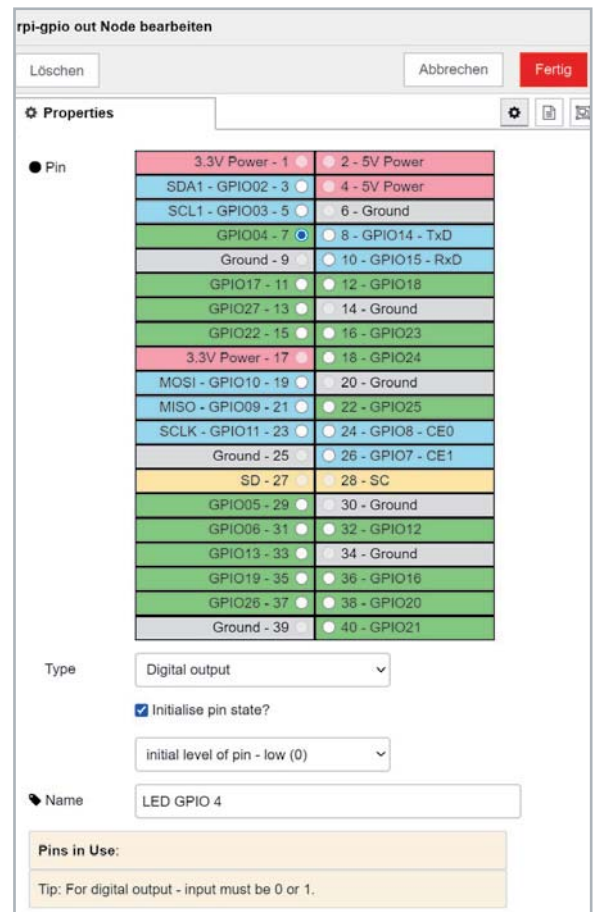

Bild 7: Konfiguration des `rpi-gpio-out`-Knotens
Als Nächstes ziehen wir zwei `inject`-Nodes in das Editor-Feld und geben in dem einen als Payload eine 1 (String `az`) ein und benennen ihn mit `ON`, der andere bekommt eine Payload mit 0 und als Name `OFF`. Als Nächstes ziehen wir einen `rpi-gpio-out`-Knoten in den Editor. Klicken wir diesen Knoten zur Konfiguration an, finden wir ein Pinbelegungsschema. Dort aktivieren wir GPIO 4, geben als Type einen Digital Output an, aktivieren „Initialise pin state“, setzen diesen auf `low (0)` und geben dem Knoten den Namen `LED GPIO 4` (Bild 7).